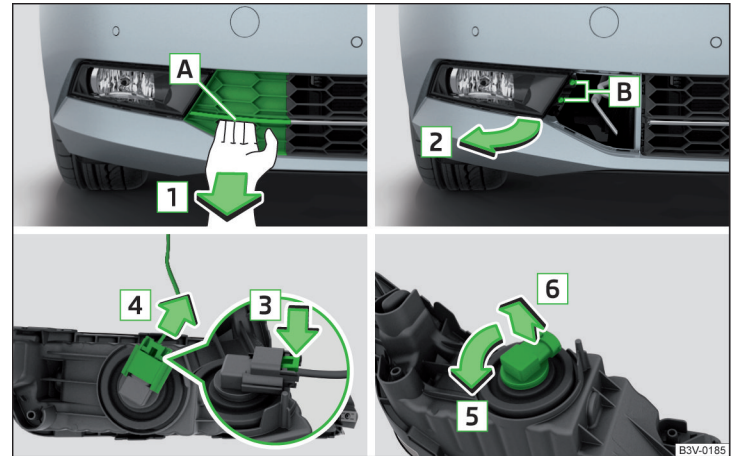

Abb. 264 Nebelscheinwerfer herausnehmen / Glühlampe wechseln
- › Die Finger in die Öffnung **A** einführen und das Gitter durch Ziehen in Pfeilrichtung **1** » Abb. 264 herausnehmen.
- › Den Nebelscheinwerfer entgegen der Pfeilrichtung **2** » Abb. 264 einsetzen und festschrauben.